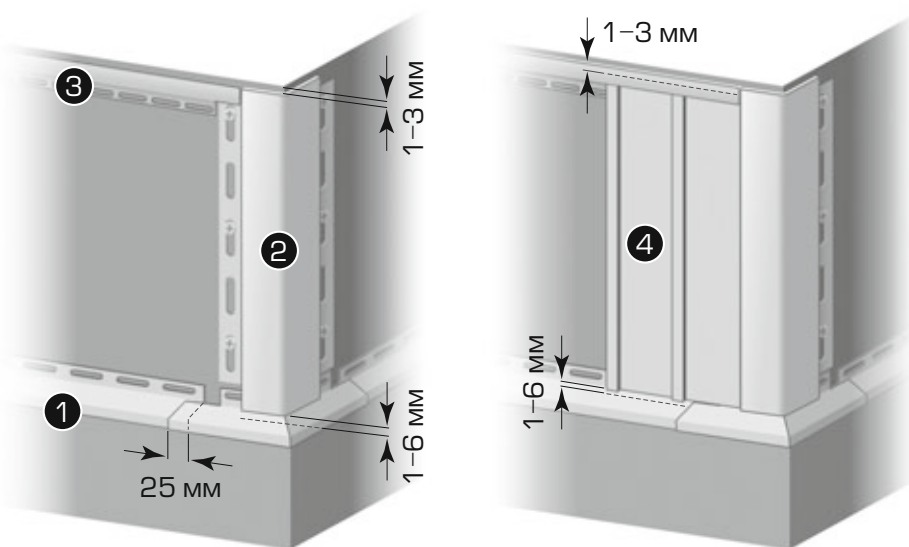
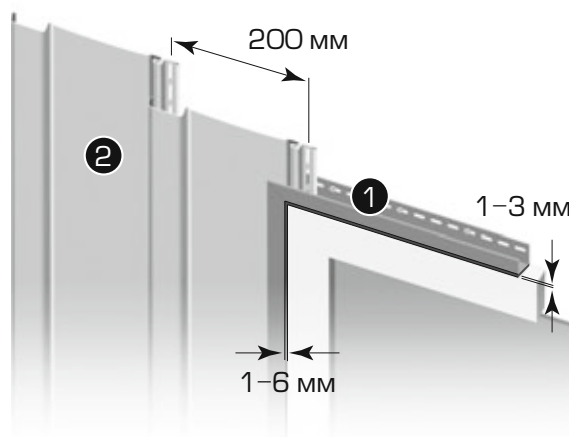

Рис. 2. Схема установки комплектующих элементов и вертикального сайдинга:
Рис. 3. Схема установки сайдинга вокруг оконных, дверных и иных проемов: 1 – планка J-trim; 2 – вертикальный сайдинг.
Монтаж вертикального сайдинга начинается с установки окантовочной и навесной планки, которые устанавливаются над цоколем здания по всему периметру. В качестве завершающего элемента после установки панелей используется окантовочная планка или планка J-trim. После установки начального и завершающего элементов монтируются все угловые элементы, обрамления оконных, дверных и прочих проемов, которые устанавливаются точно так же, как при монтаже горизонтального сайдинга (рис. 2). Для отделки оконных, дверных и прочих проемов рекомендуется использовать планку J-trim, наличник или околооконную планку.
**Вертикальный сайдинг имеет небольшую сферическую поверхность, поэтому при креплении панелей сайдинга очень важно сохранить эту сферу! Категорически запрещается перетягивать сайдинг! Расстояние между шурупами должно быть строго 200 мм (см. рис.3). В противном случае, через некоторое время будет искажение поверхности.**
При установке сайдинга рекомендуется между панелями и комплектующими элементами оставлять зазор 1-3 мм сверху и 1-6 мм снизу для возможного температурного расширения (см. рис. 2). Такие же зазоры необходимо оставлять между панелями и планками при отделке оконных, дверных или иных проемов (рис. 3).